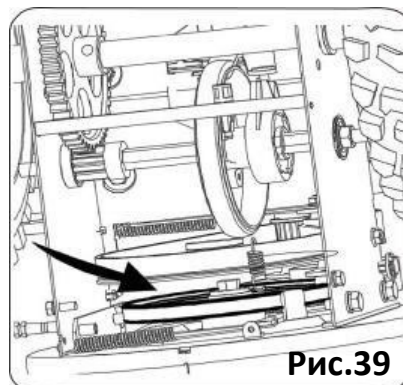

Рис.39
- Снимите ремень со шнекового шкива и вставьте ремень между опорным кронштейном и шнековым шкивом. Соберите шнековый ремень, следуя инструкциям в обратном порядке см.рис.39.